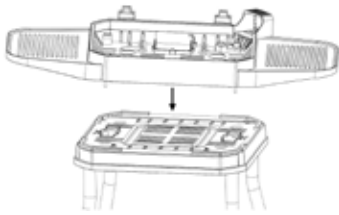

Abb. 5
8. Stellen Sie nun das Grillgehäuse [9] auf die Grillbasis [11] und drehen Sie die beiden Verriegelung an der Unterseite gegen den Uhrzeigersinn. Grillgehäuse und Grillbasis sind nun miteinander verbunden (Abb. 5, 6 und 7).